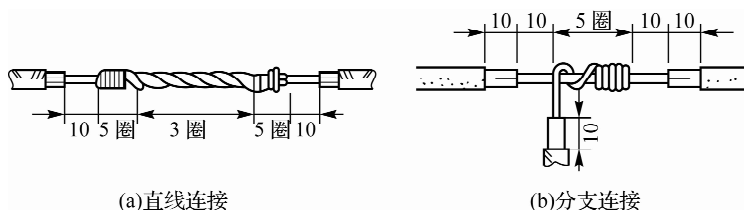

图 3-34 单股导线的绞接法
(1) 绞接法。图 3-34(a)所示为单股导线的直线连接,绞接时,先将导线互绞 3 圈,然后将线端分别在另一线上紧密缠绕 5 圈或 5 圈以上,以紧密牢固缠绕为准,余线剪去。图 3-34(b)所示为分支连接,绞接时,先用工具将支线在干线上粗绞 1~2 圈,再用钳子紧密缠绕 5 圈,余线剪去。图中的尺寸单位为毫米。